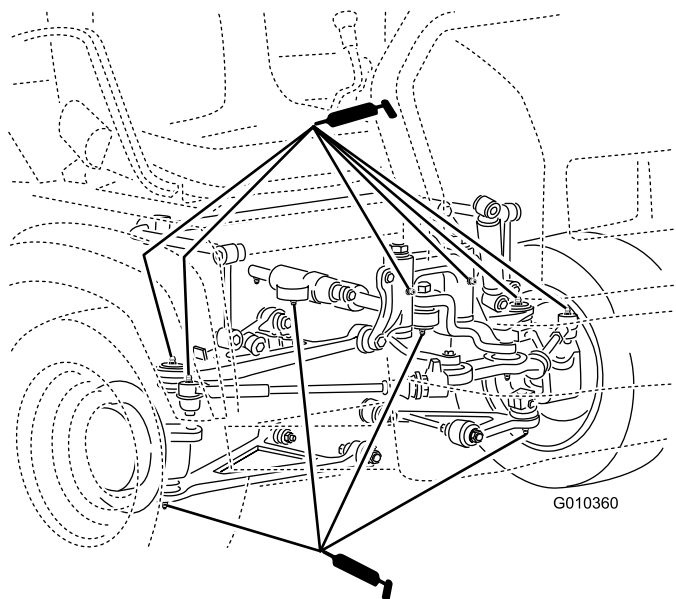

Bild 29
- Kugelgelenke(4), siehe Bild 29
- Spurstangen (2), siehe Bild 29
- Schwenkhalterungen (2), siehe Bild 29
- Lenkzylinder (2), siehe Bild 29